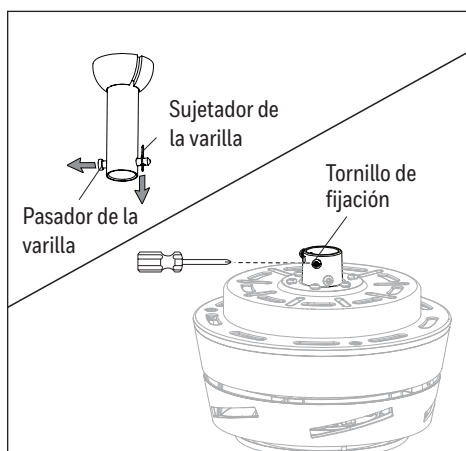

Figura 3.1
1. Retire el sujetador de la varilla y el pasador de la varilla de la varilla. Luego afloje parcialmente los tornillos de fijación que se encuentran en la horquilla de la parte superior del ensamble del motor (Figura 3.1).